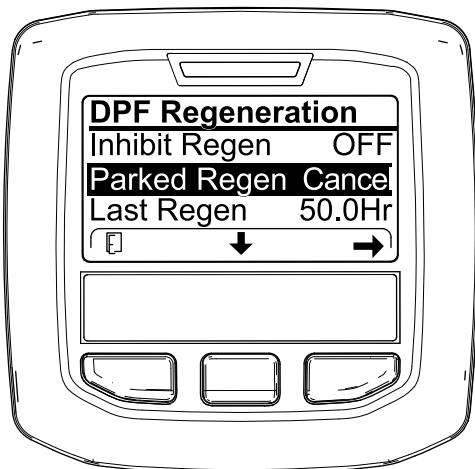
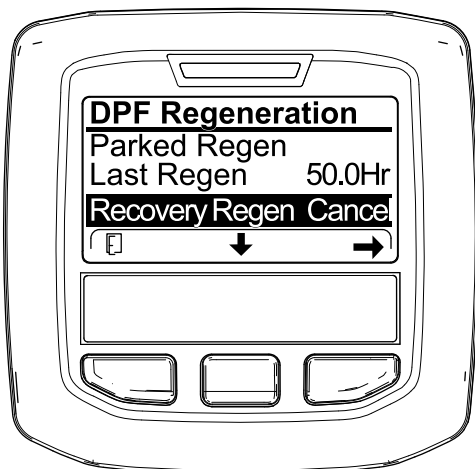

Figure 88
Figure 89
1. Ouvrez le menu DPF Regeneration (régénération du FAP) (Figure 88).
2. Appuyez sur le bouton central pour naviguer jusqu'à l'option PARKED REGEN CANCEL (Figure 88) ou RECOVERY REGEN CANCEL (Figure 89).
3. Appuyez sur le bouton droit pour sélectionner l'option Regen Cancel (annulation de régénération) (Figure 88 ou Figure 89).